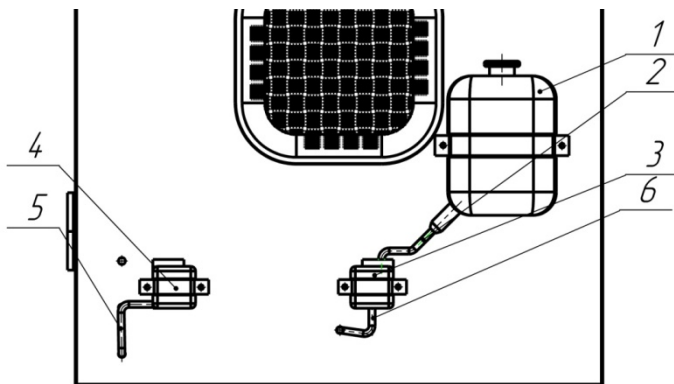

Рис. 1
5.3. Заполните теплой водой основной бачек влажности (поз. 1. Рис. 1) и питатель датчика влажности (поз. 4. Рис. 1).
Работа механизма подачи воды в ёмкость для увлажнения работает по принципу сообщающихся сосудов. Основной бачок полностью герметичен при условии что шланг (поз. 2 Рис. 1) находится ниже уровня воды в бачке (поз. 3 Рис. 1). При снижении уровня воды в ёмкости для увлажнения происходит снижение уровня воды в бачке (поз. 3 Рис.1) что приводит к тому что шланг (поз. 2 Рис. 1) оказывается выше уровня воды в бачке и как следствие разгерметизации основного бачка через шланг (поз. 2 Рис. 1) в результате чего происходит долив воды в бачок (поз. 3 Рис. 1). Поэтому несоблюдение последовательности операций при доливке может привести к утечке воды из основного бачка.